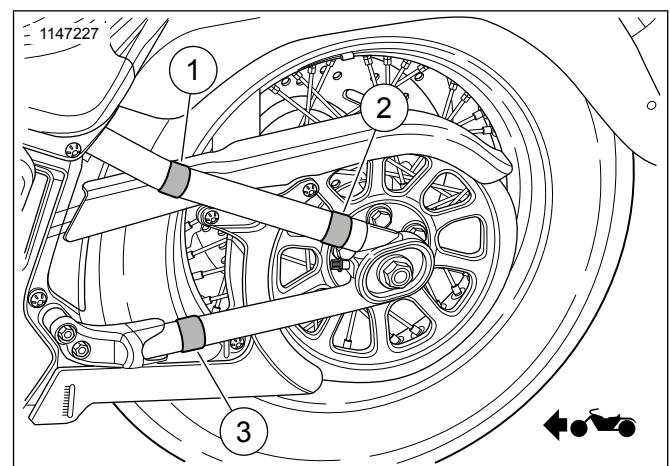
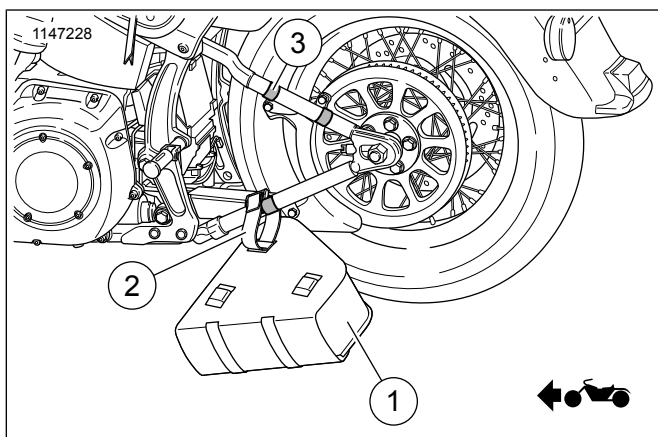

Figure 2. Placement du ruban anti-abrasion et de le ruban adhésif
Figure 3. Pièces de rechange : Kit du sac de bras oscillant Softail
Consultez Figure 3 and Tableau 1
2. Figure 2 Coupez le ruban anti-abrasion en trois, 3 en morceaux, puis fixez-les au bras oscillant.
3. Figure 3 Attachez le ruban adhésif (2) au sac (1) sur le ruban anti-abrasion (3) au bas de l'emplacement (3) du bras oscillant conformément à Figure 2. Serrez jusqu'à ce que les points de montage supérieurs du sac s'alignent sur le tube du bras oscillant supérieur, en laissant un jeu dans le ruban adhésif.
6. Figure 3 Fixez les deux rubans adhésifs restants au ruban anti-abrasion en haut du bras oscillant.